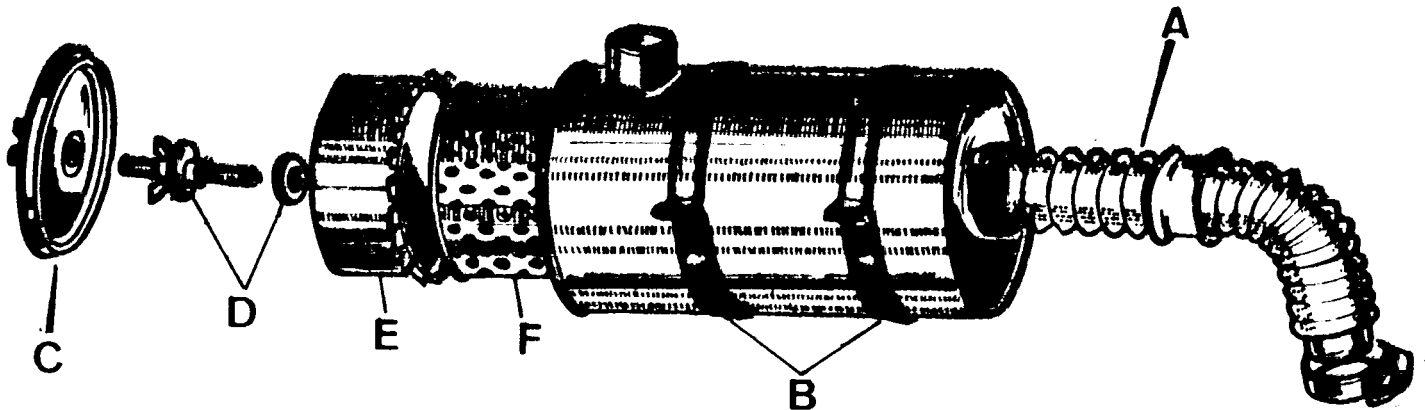

Fig. A3-3 Desmontaje del filtro de aire
- 1.2. Soltar la tubería flexible, A (Fig. A3-3) de admisión de aire, en su unión al colector de admisión.
- 1.3. Aflojar las dos tuercas de mariposa en las bridas, B (Fig. A3-3), desplazar dichas bridas hacia adelante y extraer el conjunto filtro de aire con el tubo flexible.
- 2.1. Desenroscar la tuerca de la tapa, C (Fig. A3-3) y extraer dicha tapa.
- 2.2. Desmontar los elementos de fijación, D (Fig. A3-3) del cartucho filtrante y retirar la cubierta deflECTORA, E y el cartucho, F.